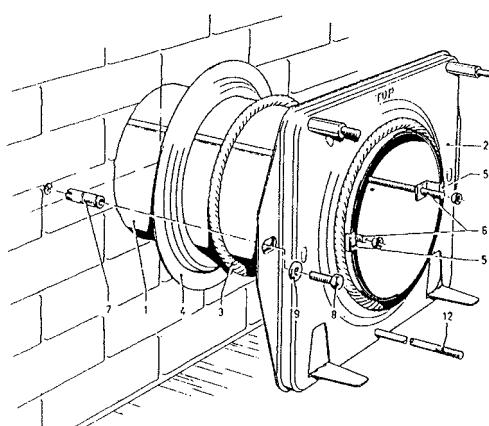

fig. 3
Installatie van de standaard geveldoorkoer (fig. 3)
Installatie van de geveldoctorvoer met telescopische inlaatpijp (fig. 3)
Bevestiging van de montageplaat (fig. 3)
- De bout / schroef (8) (fig. 3) vervangen door b.v. een houtdraadbout.
- Plaats aan de kamerzijde tussen de montageplaat (2) en de wand stralingsplaat 14.
- Bevestig aan de buitenzijde van de wand m.b.v. 4 schroeven (16) siluminplaat 15.